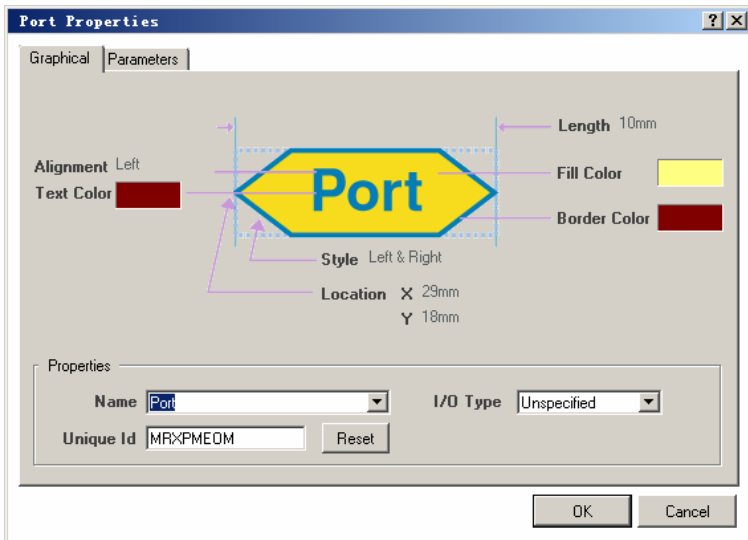

图 2.104 “Port”对话框
(2) 单击“Tab”键,打开如图 2.104 所示的“Port”对话框。